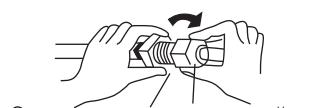

Рис. 4
- Присоедините развальцованный край трубы, затем слегка прижмите гайкой (Рис. 4).